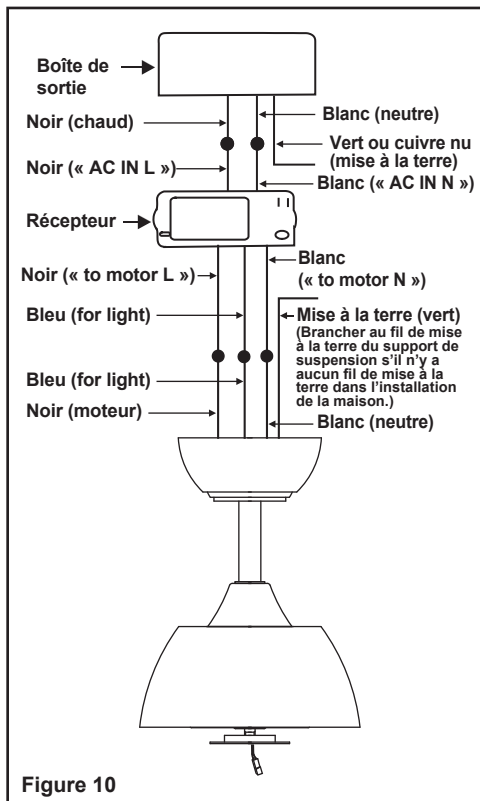

Figure 10
Étape 2. (Fig. 10) Branchements électriques du moteur au récepteur : Branchez le fil noir du ventilateur au fil noir portant l'indication « TO MOTOR L ». Branchez le fil blanc du ventilateur au fil blanc du récepteur marqué « TO MOTOR N ». Branchez le fil bleu du ventilateur au fil bleu du récepteur marqué « For Light ». Consolidez les branchements à l'aide des capuchons de connexion en plastique fournis.
Étape 3. (Fig. 10) Du récepteur aux branchements électriques des fils de l'alimentation de la maison : Branchez le fil noir (chaud) du plafond au fil noir du récepteur marqué « AN in L ». Branchez le fil blanc (neutre) du plafond au fil blanc du récepteur marqué « AN in N ». Consolidez les branchements à l'aide des capuchons de connexion en plastique fournis.
Étape 4. (Fig. 10) Si votre boîte de sortie est munie d'un fil de mise à la terre (vert ou cuivre nu), branchez-le aux fils de mise à la terre du ventilateur. Sinon, branchez le fil de mise à la terre du support de suspension au support de fixation. Si votre boîte de sortie est munie d'un fil de mise à la terre (vert ou cuivre nu), branchez-le aux fils de mise à la terre du ventilateur. Sinon, branchez le fil de mise à la terre du support de suspension au support de fixation. Poussez délicatement les fils branchés pour les loger dans la boîte de sortie.